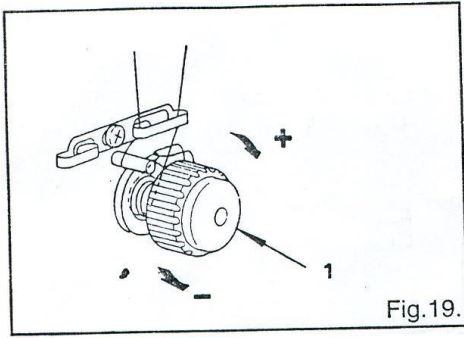

Fig.19.
15. Регулировка натяжения игольной нити (Рис. 19)
Для того чтобы отрегулировать натяжение игольной нити поверните регулятор натяжения (1) (Рис. 19):
Для того чтобы отрегулировать натяжение нитепритягательной пружины вставьте отвертку в прорезь на конце штифта (1) (Рис. 19) и поверните ее: